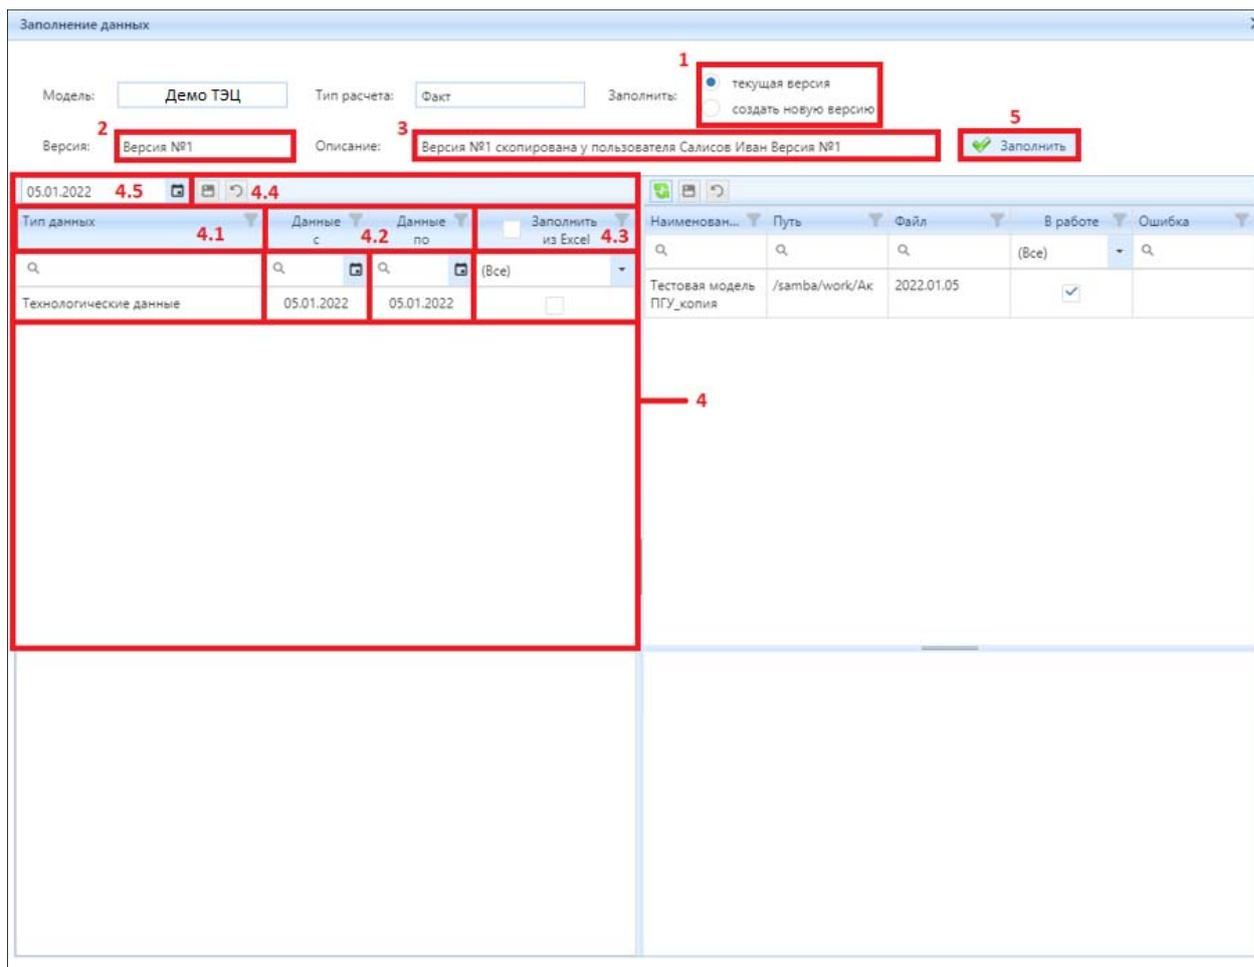

Рисунок 3.2.15 – Интерфейс окна «Заполнение данных»
3. В открывшемся окне в блоке (1) (рис. 3.2.15) необходимо выбрать заполнение новой версии или заполнение текущей версии, что необходимо выбирать в том случае, если имеется уже заполненная форма ввода и пользователь работает исключительно с ней (например, не создавать много версий в Системе, чтобы не запутаться). **Обратите внимание, что при новом заполнении формы ввода с чек-боксом текущей версии, каждый раз исходные данные или ручные корректировки значений параметров в форме ввода перезапишутся.**
Для записи (2) «Версия:» (рис. 3.2.15) имеется возможность ввести наименование версии в активном поле. По умолчанию для новой версии вносится запись «Версия №1», а для последующих версий генерируется запись «Версия № 2» и т.д.
Для записи (3) «Описание» (рис. 3.2.15) имеется возможность ввести описание к версии в активном поле (пример записи: «Версия №1 Турбина №7 не в работе»). По умолчанию для новой версии вносится запись «Версия №1», а для последующих версий генерируется запись «Версия № 2» и т.д.
В таблице слева блок (4) (рис. 3.2.15) имеется возможность скорректировать дату импорта данных из внешних систем для групп параметров. В колонке «Тип данных» (4.4) (рис. 3.2.15) представлен перечень групп параметров (записи в ней не редактируемы). В колонках «Данные с:» и «Данные по:» (блок 4.2) (рис. 3.2.15) содержатся даты для импорта значений по типу данных. Для корректировки даты нажмите на запись и установите необходимый период. В колонке «Заполнить из Excel» (4.3) (рис. 3.2.15) представлены чек боксы, при установлении которых осуществляется импорт данных из файла Excel для настроенных параметров. **Обратите внимание, что для заполнения данных из Excel необходим исходный файл с данными, его наличие отображается в таблице справа.** В поле (4.6) (рис.
3.2.15) имеется возможность установить дату импорта сразу для всех типов данных. После внесения изменений в блоке (4) нажмите на кнопку «Сохранить» (рис. 3.2.15) для сохранения настроек, для отмены внесенных изменений в таблице нажмите на кнопку «Отменить» см. блок (4.4) (рис. 3.2.15).
Далее необходимо нажать на кнопку (5) «Заполнить» (рис. 3.2.15) для заполнения формы ввода с учетом настроек в окне «Заполнение данных» (рис. 3.2.15).